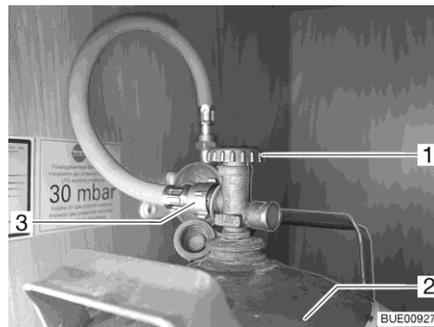

Fig. 131 Caja para bombonas de gas
- Cerrar la llave de paso principal (Fig. 131,1) de la bombona de gas (Fig. 131,2). Observar el sentido de la flecha.
- Desenroscar la goma del gas (Fig. 131,3) de la bombona de gas.